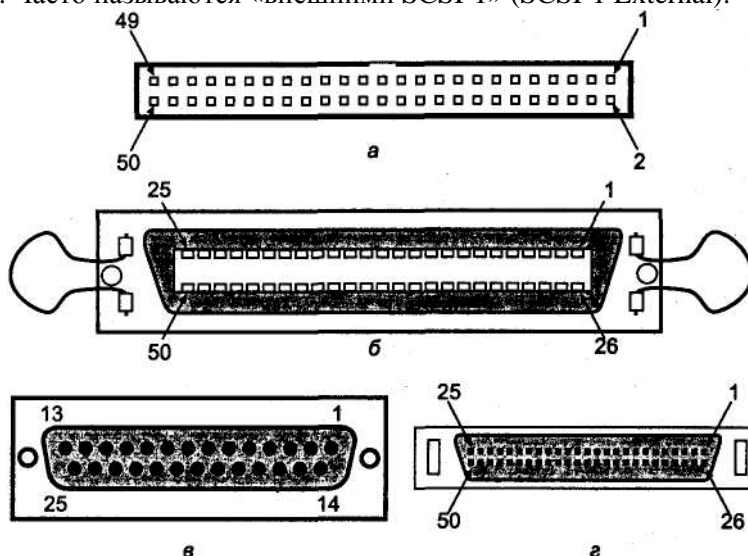
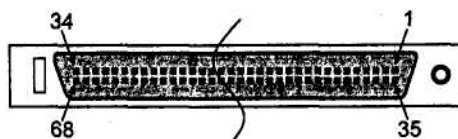
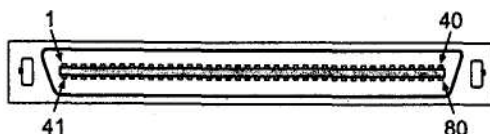

Рис. 5.1. Разъемы 8-битного устройства SCSI: а — IDC-50P, б — CX-50R в — DB-25P, г — HD-50F
Рис. 5.2. Разъемы 16-битного устройства SCSI HD-68F
Рис. 5.3. Разъем устройства SCSI с «горячей» заменой SCA-80
♦ IDC-50 - разъемы для соединения внутренних устройств (аналогичны разъемам ATA, где применяются 40-контактные IDC-40). Разъемы имеют квадратные штырьковые контакты с шагом 0,1" (2,54 мм), пластмассовый корпус, без кожуха и дополнительных фиксаторов (рис. 5.1, а). На устройствах устанавливаются *вилки* (IDC-50M), на ленточных кабелях — *розетки* (IDC-50F).
CX-50 — разъемы типа Centronics, аналогичные применяемым в принтерах (но 50-контактные). Разъемы имеют пластинчатые контакты с шагом 0,085" (2,16 мм) и внешний металлический кожух (рис. 5.1, б). Применяются для соединения внешних устройств. На корпусе устройства (и SCSI-адаптера) устанавливают *розетки* (CX-50F), на кабелях — *вилки* (CX-50M). Разъемы фиксируются проволоочными скобами, установленными на розетке, входящими в выемки на корпусе вилки. Часто называются «внешними SCSI-1» (SCSI-1 External).
- ◆ DB-25 — разъемы с круглыми штырьковыми контактами в металлическом кожухе D-образной формы (как на LPT-порте компьютера). На устройстве устанавливается *розетка* (DB-25F), на кабеле — *вилка* (DB-25M); фиксация выполняется с помощью винтов (рис. 5.1, в). Применяются на некоторых внешних устройствах (например, Zip).
- ◆ HD-50, они же MiniDSO (рис. 5.1, г), — разъемы со штырьковыми контактами в металлическом кожухе D-образной формы, с высокой плотностью контактов (High Density) — с шагом 0,05" (1,27 мм). На устройстве устанавливается *розетка* (HD-50F), на кабеле — *вилка* (HD-50M); фиксация выполняется с помощью защелок (клипсов). Часто называются «внешними SCSI-2» (SCSI-2 External).
- ◆ HD-68, они же MiniD68, — аналогичные разъемы, но с 68 контактами. На устройстве устанавливается *розетка* (HD-68F или MiniD68F), на кабеле — *вилка* (HD-68M или MiniD68M). Внешние разъемы фиксируются с помощью клипсов или винтов, внутренние — только на трении. Часто называются разъемами SCSI-3, в настоящее время наиболее широко используются для «широкого» интерфейса. На рис. 5.2 показан внешний разъем, слева изображена клипса, справа — резьбовая буска.
SCA (Single Connector Attachment) — разъем для подключения устройства одним разъемом. Предназначен для подключения дисков, устанавливаемых в шасси с возможностью «горячей» замены (или, по крайней мере, легкой, через лицевую панель). В настоящее время распространена спецификация SCA-2 на разъемах MCX-80 (рис. 5.3). На устройстве устанавливается вгря (MCX-80F), на шасси — розетка (MCX-80M). Кроме интерфейсных сигналов, на разъем выводятся шины питания, ^ также сигналы конфигурирования устройства (идентификатор, режимы и т. п.). На боковых направляющих имеются дополнительные контакты заземления. Конфигурационные джамперы устанавливаются не на устройстве, а на шасси (или на плате адаптера).
Для версии Narrow SCSI использовались разъемы, изображенные на рис. 5.1, для Wide SCSI — на рис. 5.2. Для устройств с «горячей» заменой применяют миниатюрный D-образный разъем SCA-2, общий для питания и сигнальных цепей (рис. 5.3). Ассортимент кабелей SCSI довольно широк.
- внутренний А-кабель SCSI-1 и SCSI-2 имеет разъемы с низкой плотностью контактов IDC-50 (розетки, см. рис. 5.1, а);
- внешний А-кабель SCSI-1 имеет разъемы Centronics-50 (CX-50M, см. рис. 5.1, б);
- внешний А-кабель SCSI-2 имеет разъемы MiniDSOM (HD-50M, см. рис. 5.1, в).
- ◆ *Mac SCSI*. Кабель с разъемами DB-25P (см. рис. 5.1, з) — 8-битный, стандартный для Macintosh (назначение контактов см. ниже), используется на некоторых внешних устройствах (Iomega ZIP Drive). Встречается иная раскладка цепей, если 25-контактный разъем установлен на хост-адаптере.